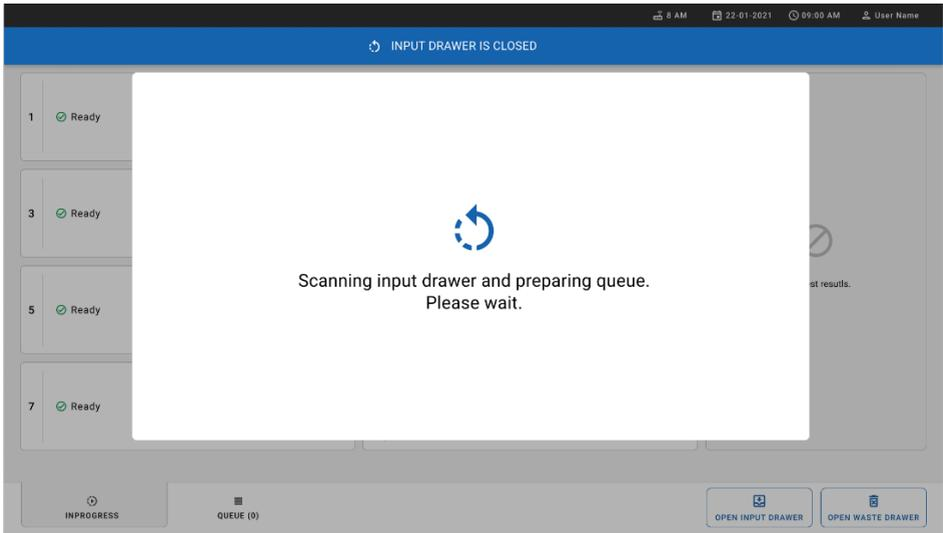

Figure 29. Écran de préparation de la file d'attente.
- Fermez le tiroir d'entrée lorsque toutes les cartouches ont été scannées et insérées. Le système analyse les cartouches et prépare une file d'attente (figure 29).